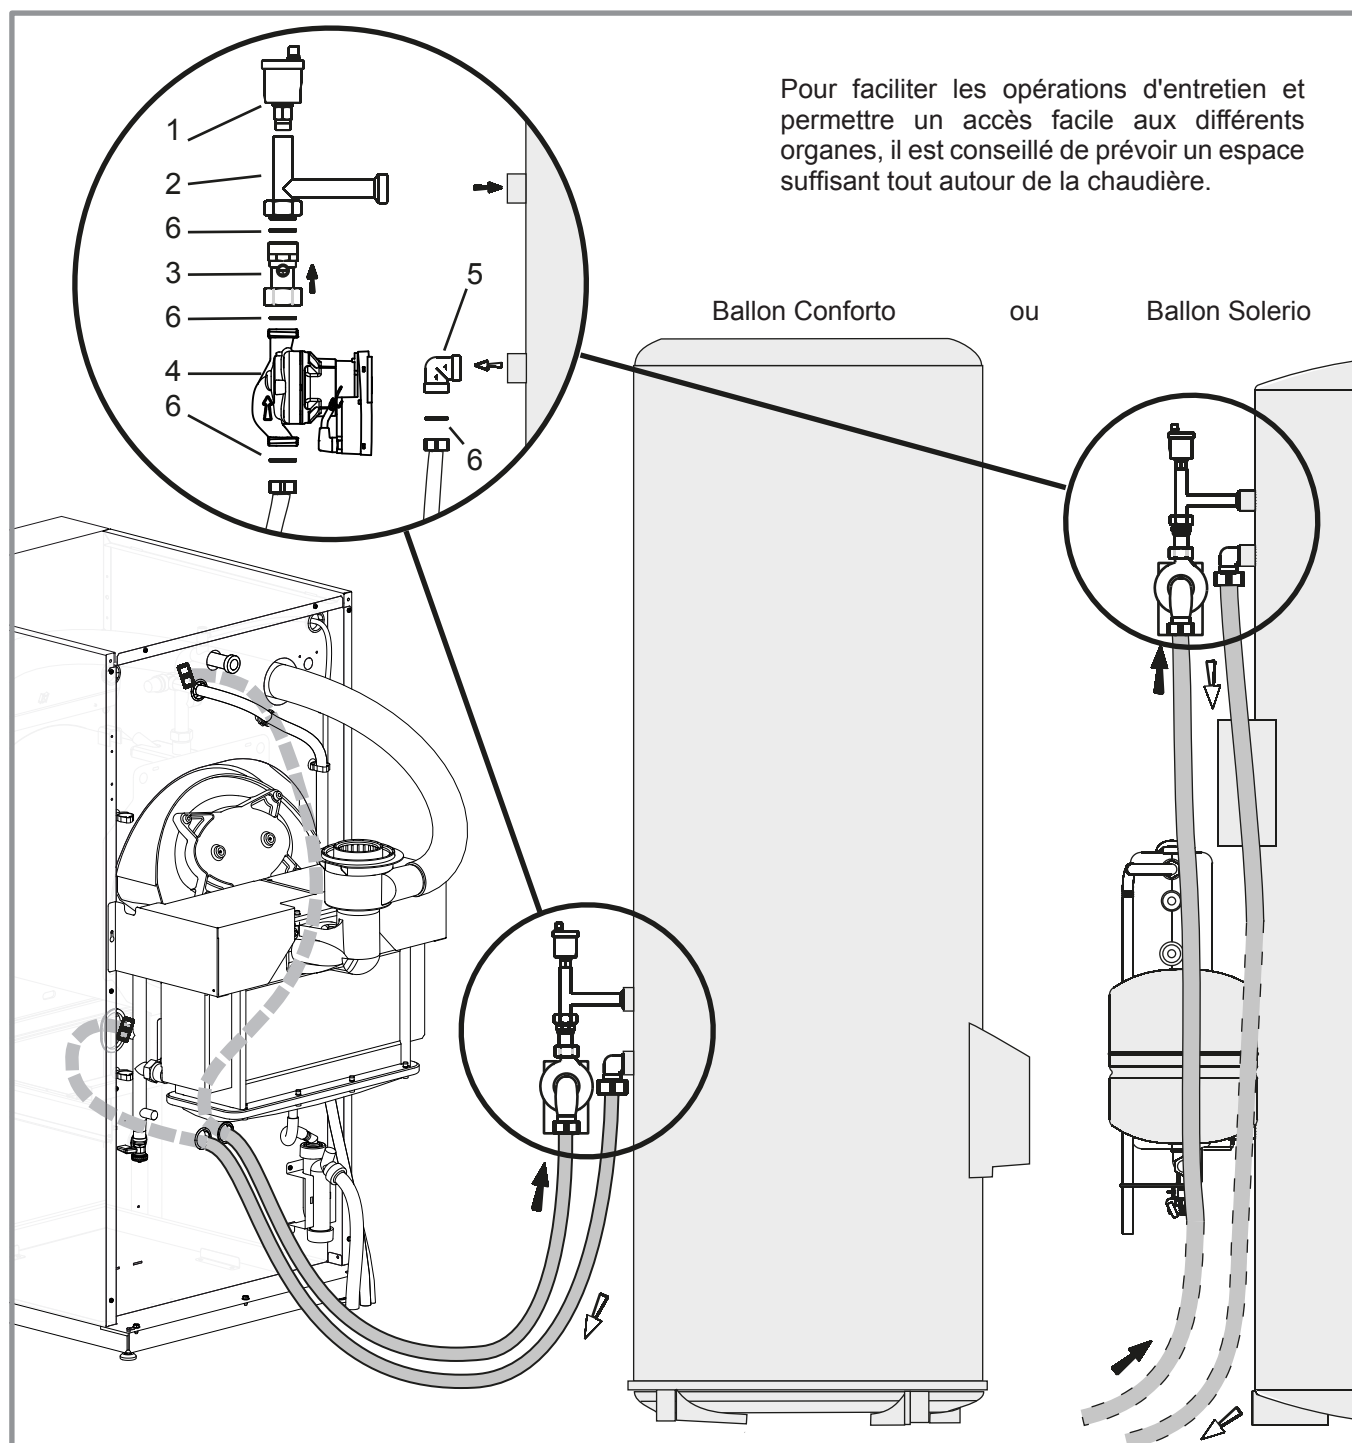

figure 6 - Raccordements hydrauliques
- Passer les flexibles dans les orifices de la chaudière (figure 6).